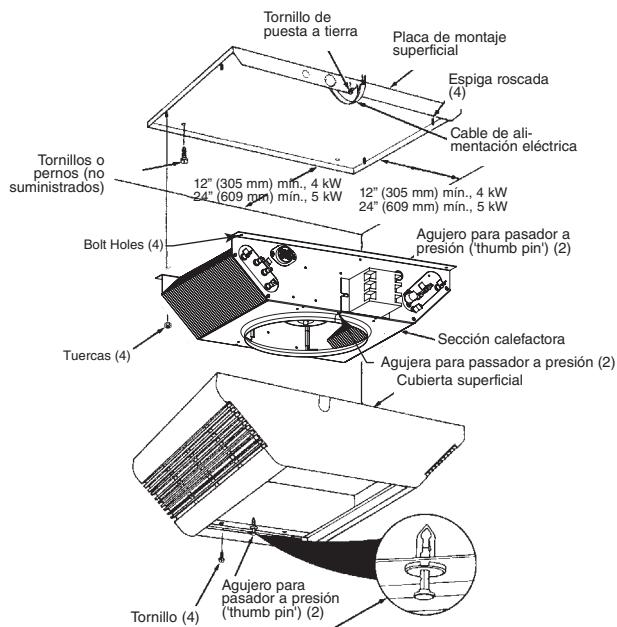

Figura 2
6. Posicione la placa de montaje superficial contra el cielorraso y asegúrela con pernos o tornillos (Figura 2). Vea la Advertencia n.º 9. Conecte el cable de puesta a tierra al tornillo verde de tierra de la placa de montaje superficial.
10. Posicione la sección calefactora sobre las espigas roscadas de la placa de montaje superficial (Figura 2).
11. Empuje la sección calefactora sobre las espigas roscadas y apriete firmemente las cuatro tuercas (suministradas) en las espigas roscadas, a fin de asegurar la sección calefactora a la placa de montaje superficial (Figura 2).
SI NO SE INSTALAN LAS CUATRO TUERCAS DE MONTAJE, EL CALEFACTOR PODRÍA CAER (VEA LA FIGURA 2).
**NOTA:** asegúrese de que el pasador a presión ('thumb pin') de cada extremo de la abertura de la rejilla de descarga esté extraído, para permitir que el cuerpo de estos pasadores encaje en los agujeros de la sección calefactora (Figura 2).
15. Instale y apriete firmemente los cuatro tornillos (suministrados) para asegurar la cubierta superficial a la sección calefactora (Figura 2).
SI NO SE INSTALAN LOS CUATRO TORNILLOS, LA CUBIERTA SUPERFICIAL PODRÍA CAER (VEA LA FIGURA 2).